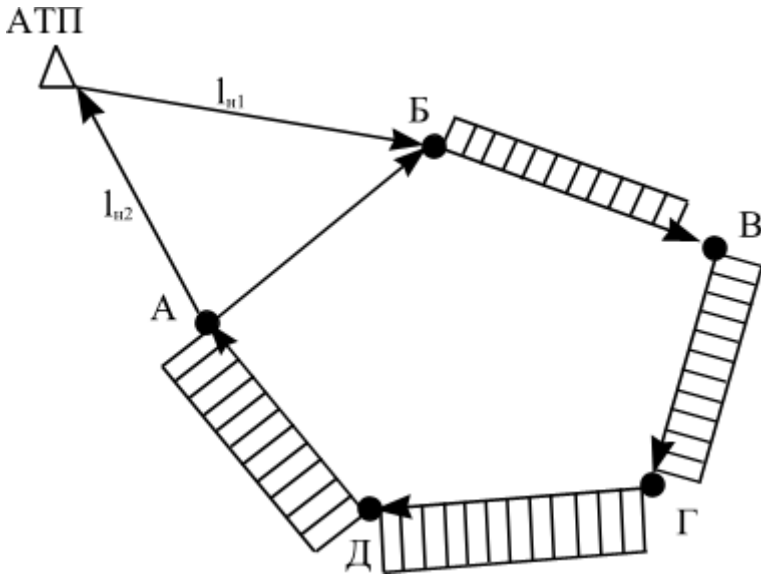

Рис.7.2. Схема роботи автомобіля на збірному маршруті
2. Використовуючи дані табл.7.1. зробити розрахунок роботи рухомого складу на збірному маршруті (рис.7.2.).